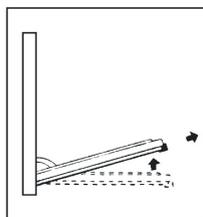

Fig. 2
- Maintenant, en fermant légèrement la porte, vous pouvez la soulever en tirant sur les crochets A comme indiqué dans la figure 2.